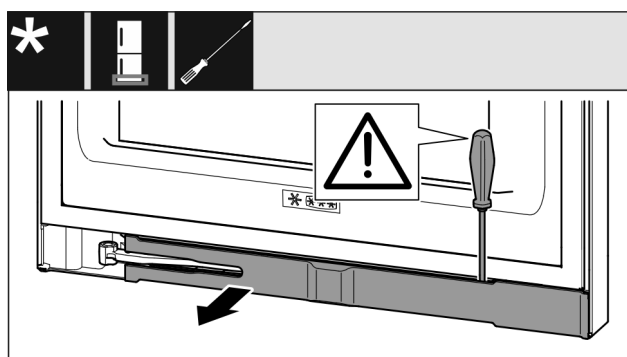

Fig. 13
- Dégager le cache avec le tournevis et le faire pivoter sur le côté. Fig. 13 ()